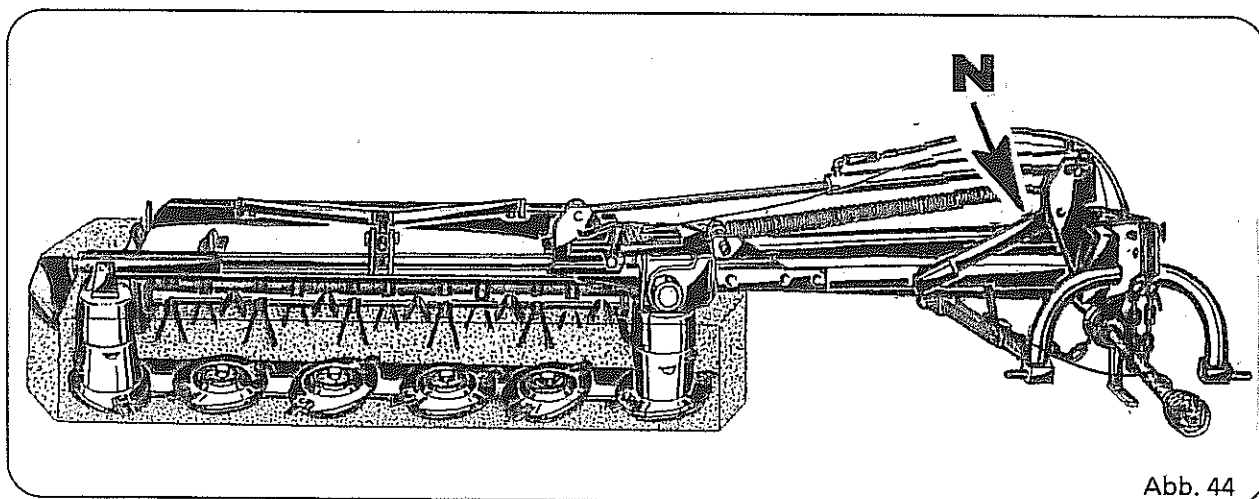

Abb. 44
- Kontermutter (Abb. 44, Pos. U) lösen